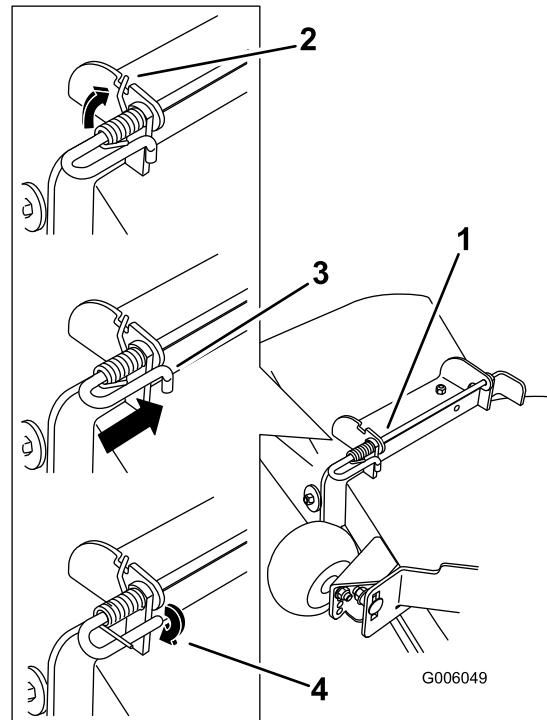

Bild 70
- 5. Befestigen Sie die Stange und Feder, indem Sie diese so drehen, dass das kurze Ende der Stange hinter die vordere Halterung passt, die an das Mähwerk geschweißt ist (Bild 70).